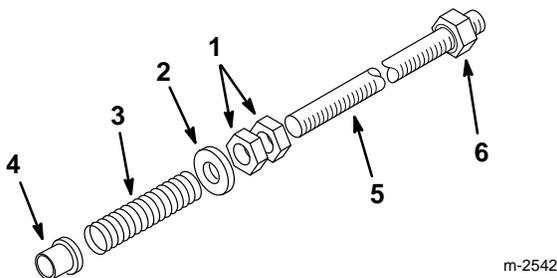

Abbildung 7
4. Zwei (2) 13 mm (1/2") Gegenmuttern ca. 22,8 cm (9") an jeder Justierwelle nach oben drehen (Abb. 7).
5. Ein 13 mm (1/2") Abstandstück, Feder und Buchse auf jede Justierwelle schieben. Darauf achten, daß die Buchse mit dem Flanschende gegen die Feder kommt (Abb. 7).